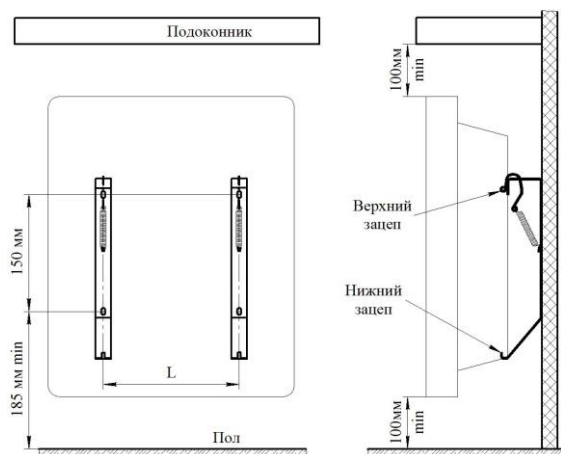

Рис. 3
5.4. Для стационарной установки конвектора выполните на стене разметку под крепёжные отверстия (см. рис.3, табл.2) и закрепите кронштейны для установки конвектора, любым доступным способом, обеспечив надёжное крепление конвектора в течение всего срока эксплуатации и соблюдая минимальные расстояния от поверхностей конвектора до предметов окружающей обстановки, как показано на рисунке 4 (расстояния даны в сантиметрах).